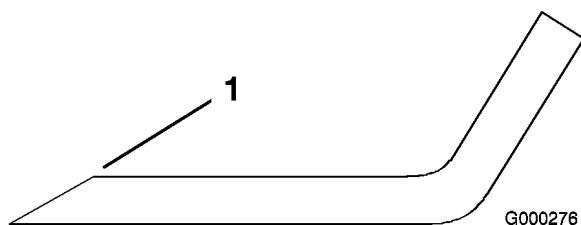

Figure 66
1. Au moyen d'une lime, aiguisiez les tranchants aux deux extrémités de la lame (Figure 66) en veillant à conserver l'angle de coupe d'origine. Limez la même quantité de métal sur chacun des deux tranchants pour ne pas déséquilibrer la lame.